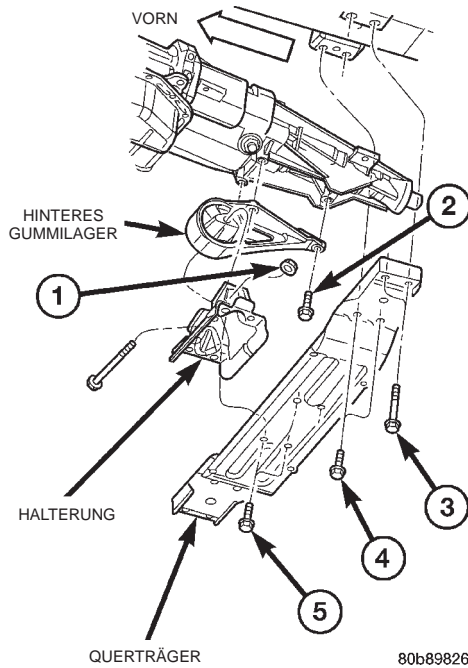
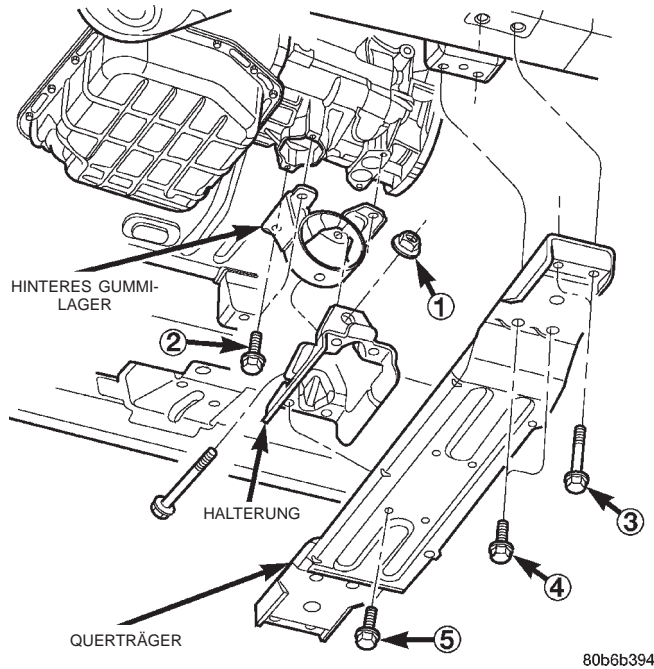

Abb. 42 Hintere Motoraufhängung—(4X2)
Abb. 43 Hintere Motoraufhängung—(4X4)
- (1) Batterie-Minuskabel (-) abklemmen.
- (2) Fahrzeug anheben und Getriebe abstützen.
- (3) Schrauben herausdrehen, mit denen das Gummilager am Getriebe befestigt ist (Abb. 42) (Abb. 43).
- (4) Getriebe GERINGFÜGIG anheben.
- (5) Durchsteckschraube und Mutter demontieren. Hinteres Gummilager abbauen.
- (6) Gegebenenfalls Befestigungsschrauben lösen, mit denen die hintere Halterung am Querträger befestigt ist.